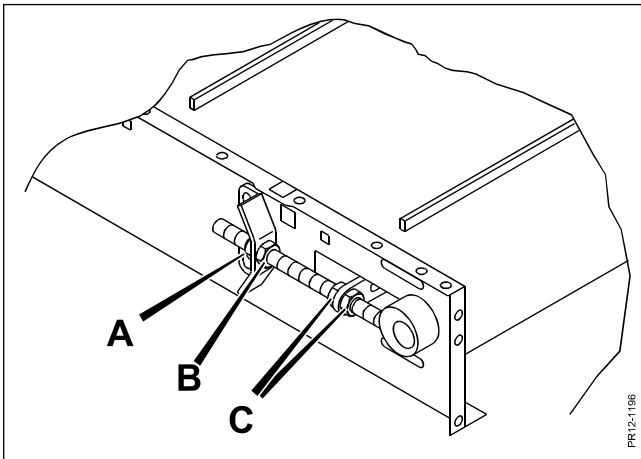

Fig. 8.7
Fig. 8.7 Båndet skal opstrammes efter få timers kørsel. Det skal strammes når båndet skrider på valserne. Det gøres ved at løsne kontramøtrikkerne (A) på siden af tværaflæsseren og derefter spænde møtrikkerne (B) 5 mm. Hvis det ikke er nok til at forhindre at båndet skrider på valserne, spændes yderligere med 5 mm hver gang. Båndet må ikke spændes for meget, da der derved opstår risiko for at båndet beskadiges eller sprænger.